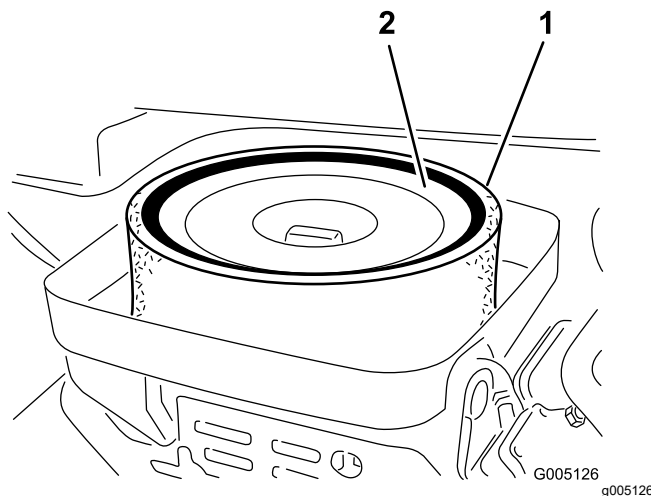

図 32
3. エレメントをエアクリーナに固定している蝶ナットを外す 図 32。
4. スポンジ 図 32 を点検し、汚れていればペーパーエレメントから外す。以下の要領で丁寧に清掃してください